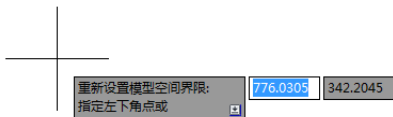

图 1-14 动态输入
- (1) 开(ON): 使绘图边界有效。系统将在绘图边界以外拾取的点视为无效。
- (2) 关(OFF): 使绘图边界无效。用户可以在绘图边界以外拾取点或实体。
- (3) 动态输入角点坐标: 动态输入功能可以直接在屏幕上输入角点坐标, 输入了横坐标值后, 按下“,”键, 接着输入纵坐标值, 如图1-14所示。也可以按光标位置直接按下鼠标左键确定角点位置。